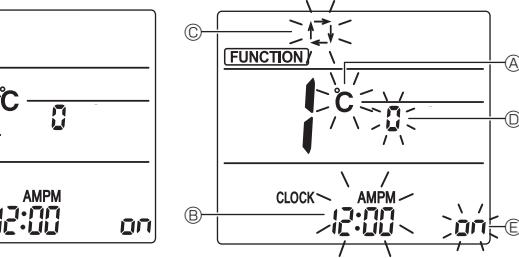

Fig. 5-12
Отобразится экран настройки индикации дисплея. (Fig. 5-12)
5.10.2. Изменение единицы температуры (Fig. 5-12 Ⓐ)
5.10.3. Изменение отображения времени (Fig. 5-12 Ⓑ)
5.10.4. Изменение АВТОМАТИЧЕСКОГО режима (Fig. 5-12 Ⓒ)
5.10.5. Изменение номера пары (Fig. 5-12 Ⓒ)